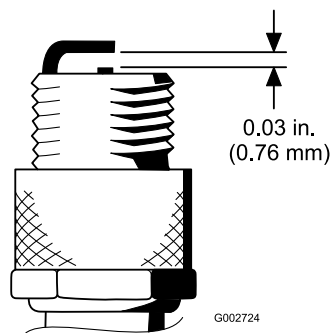

Figura 28
4. Ajuste el hueco entre los electrodos central y lateral a 0,76 mm (Figura 28). Tras ajustar correctamente los electrodos, coloque la bujía con su junta y apriétela a 23 Nm. Si no utiliza una llave dinamométrica, apriete la bujía firmemente.